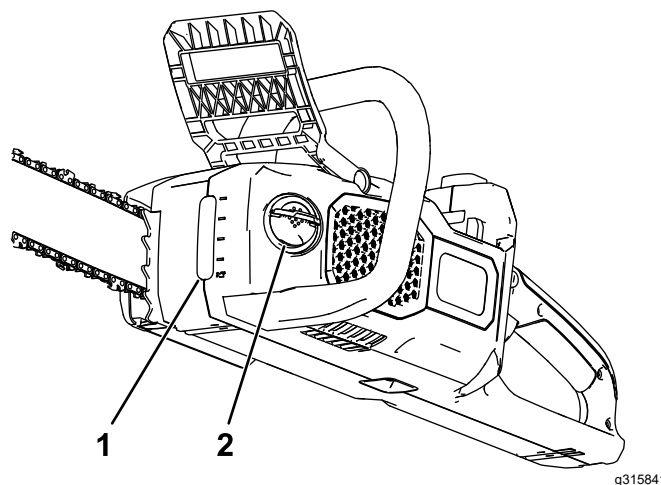

Figure 27
2. Vérifiez le niveau d'huile par le regard. Si l'huile ne recouvre pas le regard, faites l'appoint d'huile pour guide-chaîne et chaîne selon les besoins (Figure 27).
4. Nettoyez la surface autour du bouchon d'huile (Figure 27).
5. Dépliez la languette de l'écrou à oreilles sur la languette du bouchon d'huile, et remplissez le réservoir d'huile pour guide et chaîne (Figure 27).